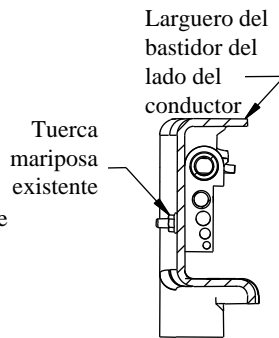
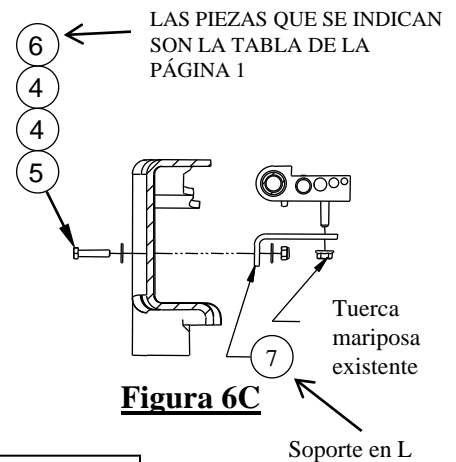

Figura 6B
Figura 6C
2. **Para modelos de motor de gas 2005 y posteriores únicamente** El tubo de vapor que va a lo largo del costado interior del larguero del bastidor del costado del conductor se debe volver a instalar antes de instalar el soporte del costado del conductor. Ver Figura 6a en la página anterior Quite la tuerca mariposa del exterior del bastidor y guarde para uso posterior. Ver Figura 6b. Rote todos los tubos hacia arriba y afuera del camino. Instale el soporte en L con piezas de 1/4", como se muestra en la Figura 6c. Apriete el soporte en L al bastidor, pero deje el retenedor del tubo suelto como ayuda en la instalación del soporte.